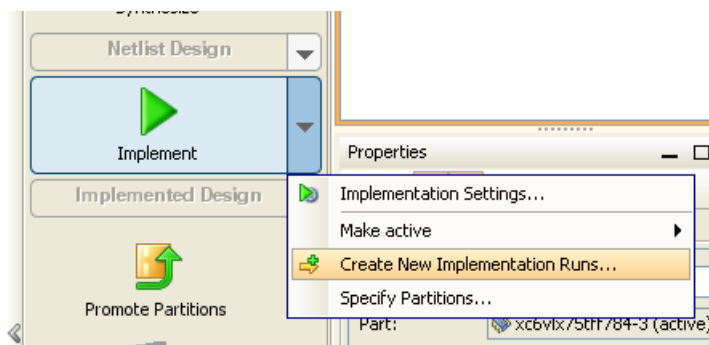

図 9-16 : run の新規作成コマンド
- Flow Navigator の [Synthesize] プルダウン メニューから [Create New Synthesis Runs]、または [Implement] プルダウン メニューから [Create New Implementation Runs] (図 9-16)